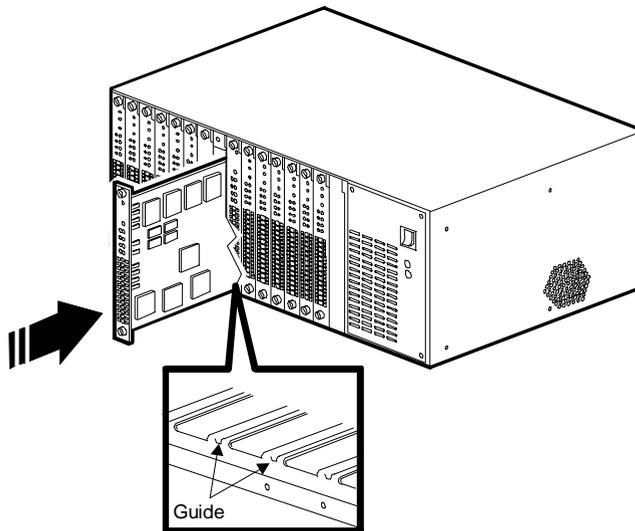

Figura 2-10. Inserimento della scheda principale PRI
2. Partendo dallo slot 8, afferrare la scheda dal bordo con il pannello anteriore rivolto verso di sé e allineare la scheda con le guide metalliche. Vedere Figura 2-10.